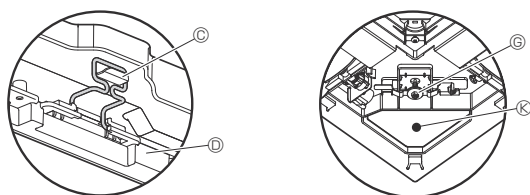

Fig. 9-7
- Après avoir serré la vis, vérifiez que les deux crochets de la grille (Fig. 9-7) sont en prise avec les crochets de l'appareil principal.